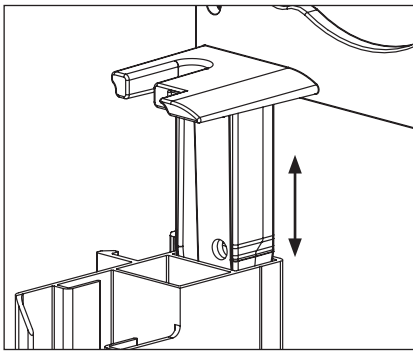

Abb. 17: Pinmontage
- Der Screenkasten wird auf die Führungsschienen aufgesteckt. Die Führungsschienen gleiten über einen Pin der Konsolen (Siehe abb. 17).